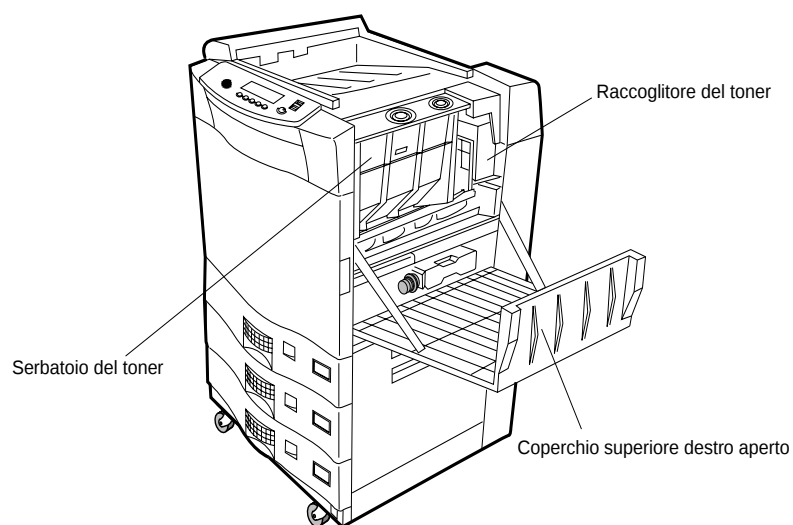

Figura 4-1 Apertura del coperchio superiore destro
2. Aprire il coperchio superiore destro (Figura 4-1) per accedere al serbatoio del toner e al raccoglitore del toner.